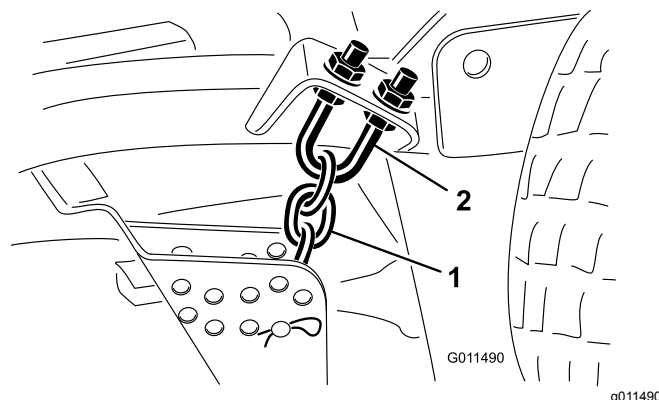

Рисунок 104
1. Ослабьте верхние или нижние контргайки на U-образном болте цепи регулировки высоты скашивания (Рисунок 104).